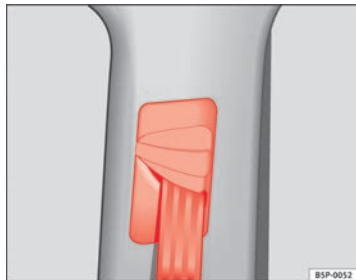

Abb. 17 Einbauort der Gurthöheneinstellung
- Drücken Sie den Umlenkeschlag im oberen Bereich und halten Sie den Beschlag in dieser Stellung ⇒ Abb. 17.